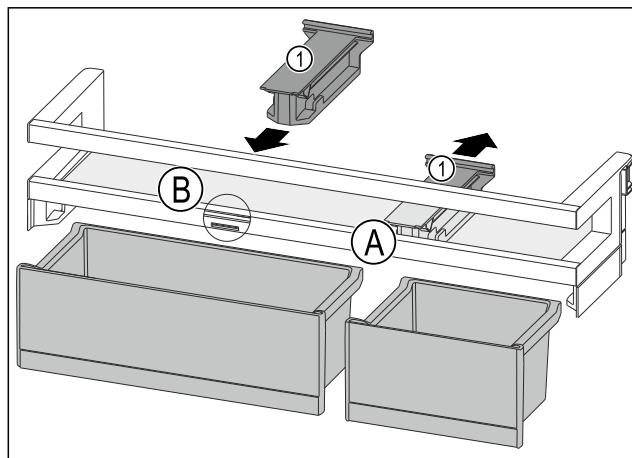

Fig. 82
- Halteteil Fig. 82 (1) in Position Fig. 82 (A) nach hinten abziehen.
- Halteteil Fig. 82 (1) in Position Fig. 82 (B) einsetzen.